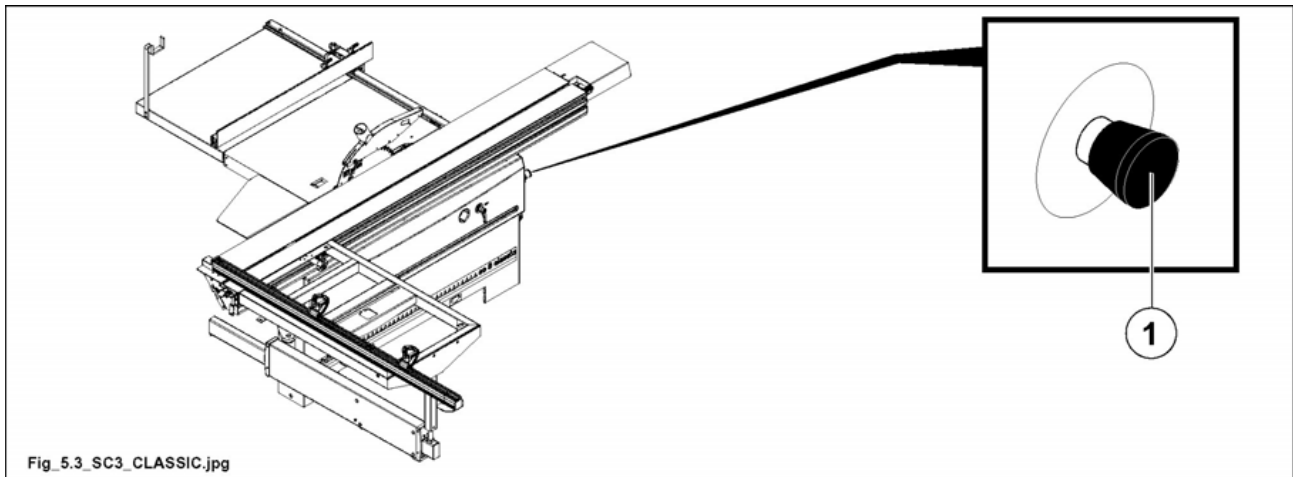

Abb. 5.3
- notastaste (1 Abb. 5.3) Seite Parallelanschlag.